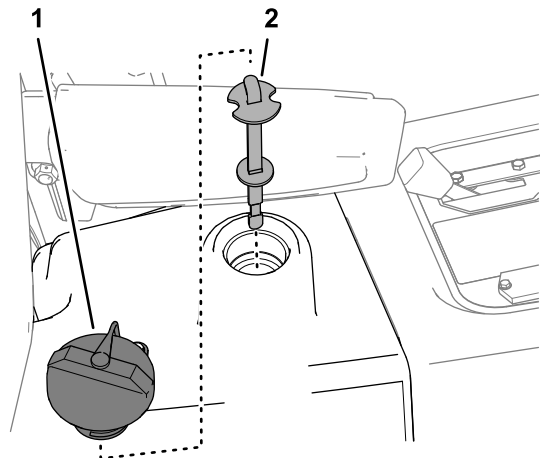

Bild 60
- Prüfen Sie den Füllstand der Hydraulikflüssigkeit im Hydrauliktank (Bild 60) und füllen ggf. Flüssigkeit nach, siehe „Prüfen des Hydraulikölstands“ in der Bedienungsanleitung Ihrer Maschine.